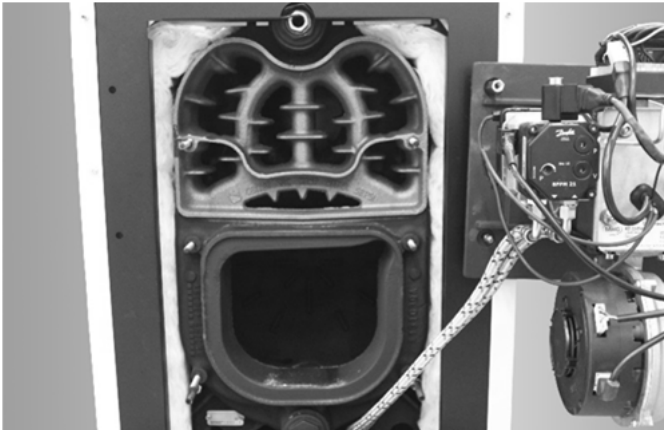

Abb. 66: Geöffneter Kessel (Der abgebildete Brenner entspricht evtl. nicht dem gelieferten.)
- ➔ Montieren Sie die untere Kesseltür mit Brenner gem. Abb. 66 in die Service-Position.
- ➔ Fixieren Sie die untere Kesseltür durch eine Mutter ① an der Servicehalterung.
- ➔ Lösen Sie die Muttern ② der oberen Kesseltür.
- ➔ Entfernen Sie die obere Kesseltür ③.